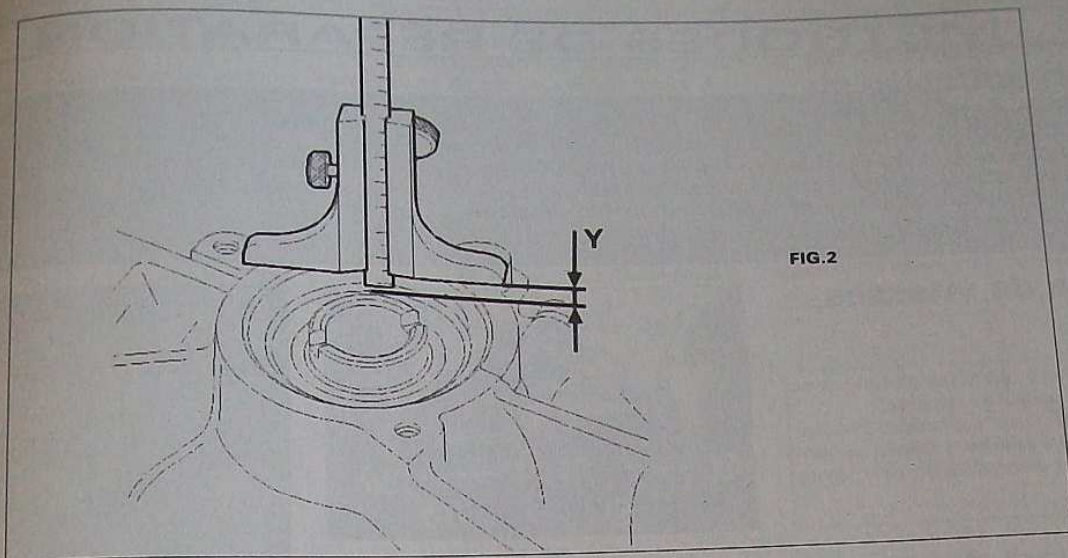

FIG.2
- à l'aide d'une jauge de profondeur, mesurer la distance (Y) entre le plan du joint du carter et la bague extérieure du roulement (Fig.2).